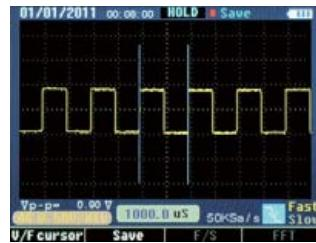

Figura 2-11-2
- Cursor de Tempo: cursor de tempo é exibido como linha vertical na tela, que pode medir o parâmetro vertical. O resultado aparece na parte inferior da tela. Ver figura 2-11-2.